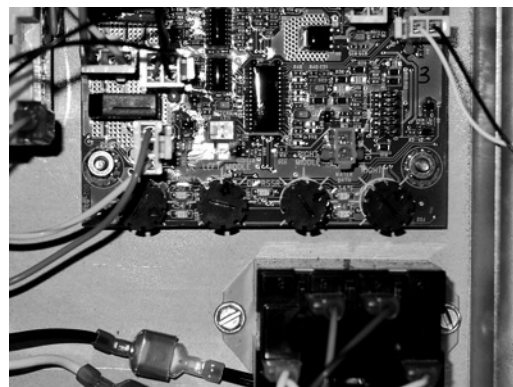

FIG 15 LED de Temperatura-JDF-4S
4. Apriete y mantenga apretado el Interruptor de la estación número 1 mientras enchufa la máquina al suministro eléctrico. Cuando todos los LED de temperatura (Fig. 15 y 16) de la tarjeta de control comiencen a destellar lentamente (esto demora unos 5 segundos). Suelte el interruptor.